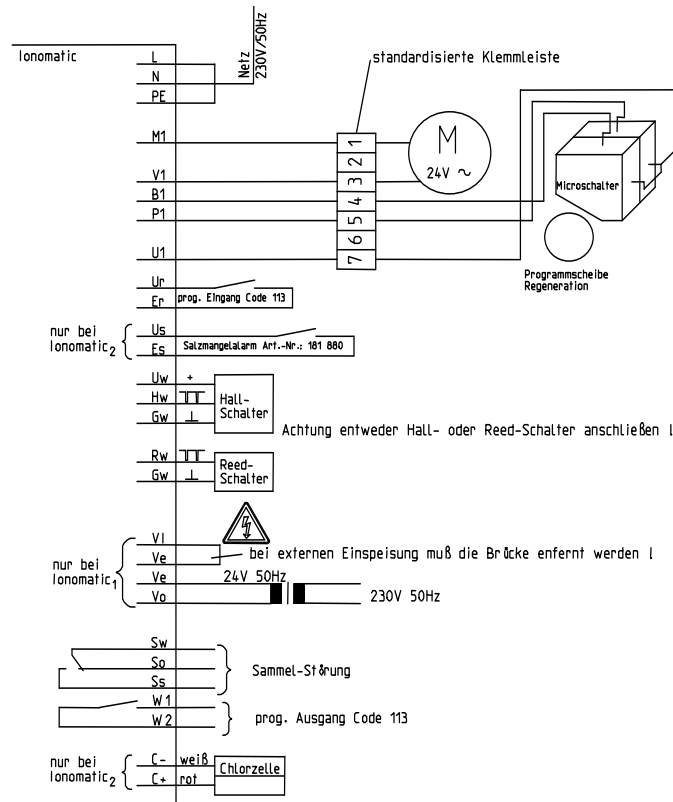

Рис. D-2: Схема подключения зажимов GENO-mat®-WF
2. Проложить 7-жильный кабель между распределительным устройством и блоком электронного управления и подключить его согласно схеме подключения зажимов (рис. D-2).
4. Произвести подключение водосчетчика согласно схеме подключения зажимов (рис. D-2) .